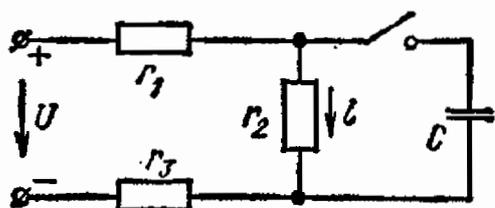

Рис. 7.13
7.13. Найти закон изменения тока i в цепи (рис. 7.13) при замыкании ключа, если $r_1 = 10$ Ом; $r_2 = 40$ Ом; $r_3 = 50$ Ом; $C = 75$ мкФ, напряжение сети $U = 80$ В.
Указания и ответ. Разветвленная цепь (рис. 7.13) содержит один накопитель энергии, поэтому решение задачи аналогично решению задачи 7.8: